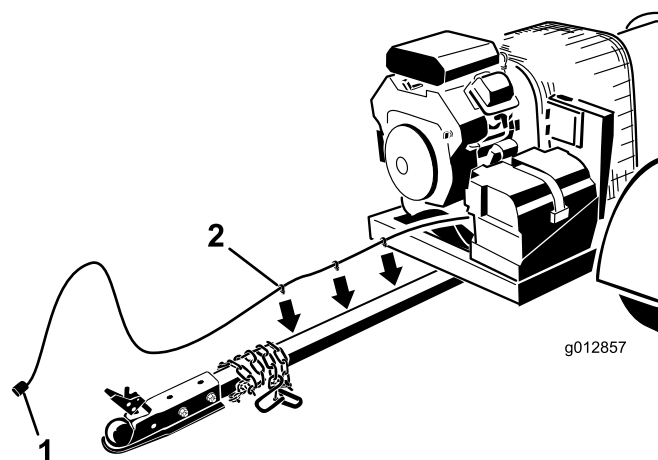

Figura 10
3. Oriente a cablagem eléctrica ao longo do lado direito do tubo de engate (Figura 10).
4. Encaixe os grampos da cablagem nos furos no lado do tubo de engate para prender a cablagem (Figura 10).